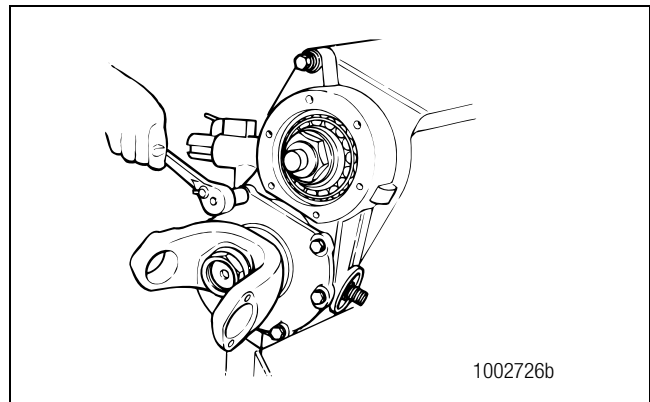

Figura 3.21
5. Retire los tornillos prisioneros y las arandelas que sostienen a la jaula del cojinete de impulsión sobre el portadiferencial. Figura 3.21.